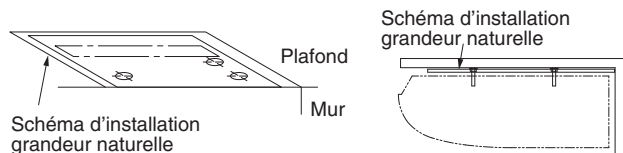

Fig. 3-9
- (1) Si le schéma d'installation grandeur naturelle est placé au plafond, les emplacements de chaque boulon de suspension peuvent être choisis. Prendre un crayon et marquer les trous à percer (Fig. 3-9).